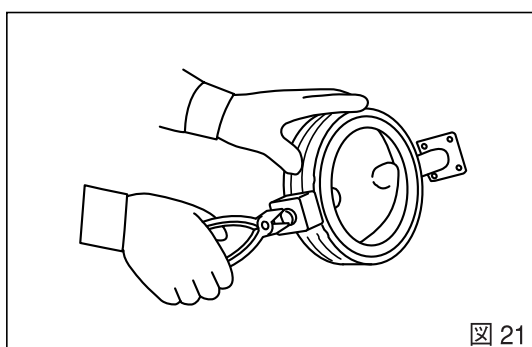

図 21
4. 下部弁棒の引き抜き：本体を横向きに固定し、底蓋を固定していた六角ボルトを利用し、下部弁棒下部のネジ部に少々ねじ込みます。次に六角ボルトを引っ張り、下部弁棒を引き抜きます。（図21）